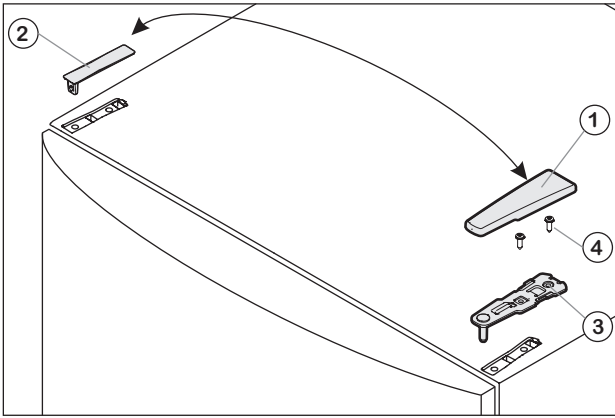

Fig. 1
- Demontați capacul Fig. 1 (1) și capacul Fig. 1 (2).
- Deșurubați suportul de lagăr superior Fig. 1 (3) (2 șuruburi Torx 25).
- Fig. 1 (4) și îndepărtați-l în sus.
- Introduceți suportul de lagăr superior Fig. 1 (3) pe noua latură a balamalei și în ușa.
- Înșurubați ferm suportul de lagăr superior (2 șuruburi Torx 25) Fig. 1 (4).
- Fixați capacul Fig. 1 (1) și capacul Fig. 1 (2) respectiv pe partea opusă.